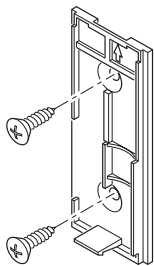

Figura 4
- **Montaje con tornillos:** Para montar con tornillos, quite la parte de atrás de la caja empujando hacia adentro la lengüeta de abajo con un destornillador pequeño y girando la cuchilla (vea la Figura 1). *Nota:* Quite la suciedad de los orificios para tornillos (si es necesario) antes de poner los tornillos. Coloque la parte de atrás de la caja contra la jamba o la pared (vea la Figura 4). Encaje a presión la parte frontal del pulsador.